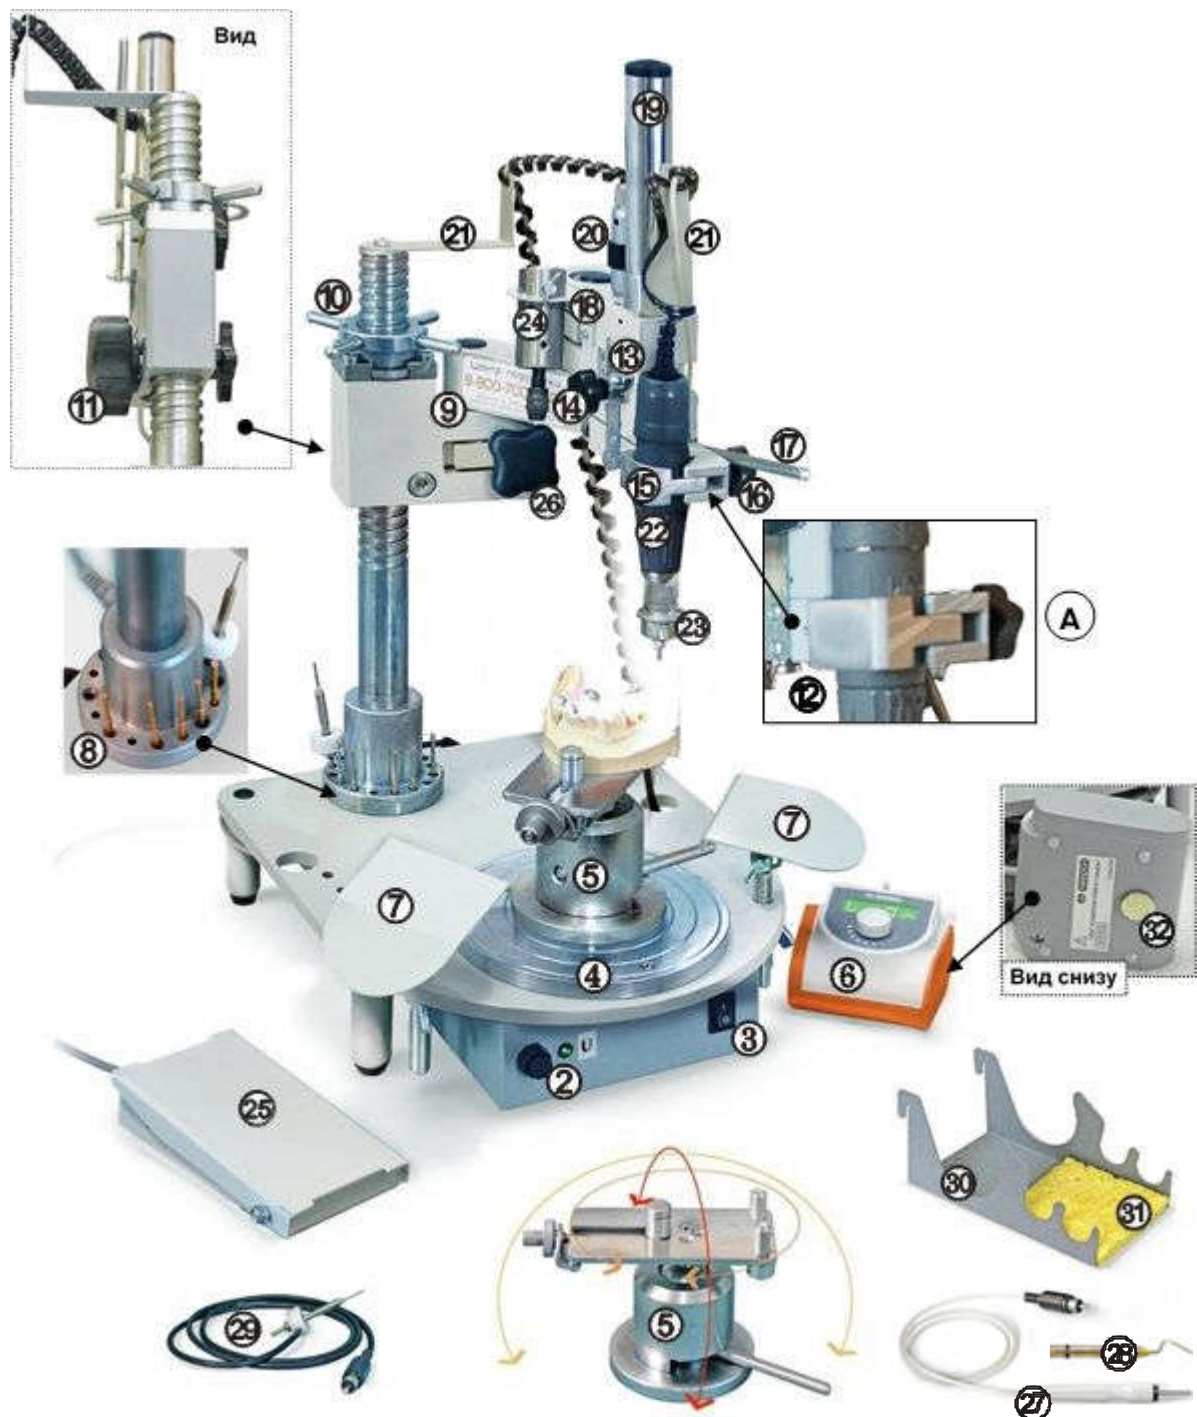

Рис.1. Работа с наконечником
4.1 Основные конструктивные элементы (рис. 1)
Держатель угловой (**21**) кабеля бормашины переверните на 180° в соответствии с рис. 1.
Закрепите шпиндель с инструментом или наконечник (наконечник зажимать в средней цилиндрической части корпуса с насечками, рис. 1, **А**) в универсальной головке манипулятора.
Соединительные кабели провести через отверстие в основании (**1**, рис. 1).
При необходимости отрегулируйте усилие возвратной пружины каретки (**12**, рис. 1):
- снимите кожух (**19**, рис. 1);